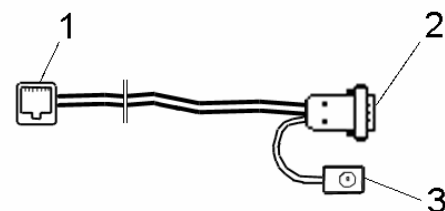

Рис. 7. Внешний вид переходника
1.3.8 Внешний вид и наименование разъемов переходника весов конструктивного исполнения «Меркурий-330К» показан на рис. 7.
У весов конструктивного исполнения «Меркурий 330К» после извлечения из упаковки частей весов необходимо соединить разъем кабеля платформы с разъемом переходника (поз. 1 рис. 7), подключить разъем кабеля переходника к разьему последовательного порта компьютера (поз. 2 рис. 7). Установить на компьютер программное обеспечение с прилагаемого компакт-диска, руководствуясь инструкциями, описанными в файле «Install.txt». Требования к компьютеру указаны в файле «Install.txt».